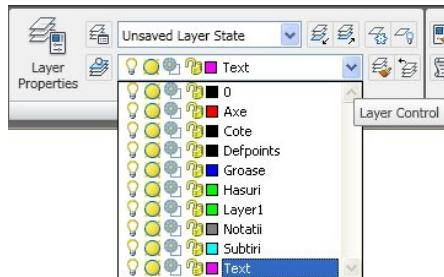

Figura 1.1.32
- din banda **Home** se va activa paleta de instrumente **Layers** și se lansează comanda **Layer Properties** figura 1.1.32, și care, pentru fiecare strat definit, conține următoarele câmpuri:
Pentru accesarea rapidă a straturilor de desenare, banda **Home** conține paleta de instrumente **Layers**, din care se poate accesa lista **Layer Control**, figura 1.1.32,